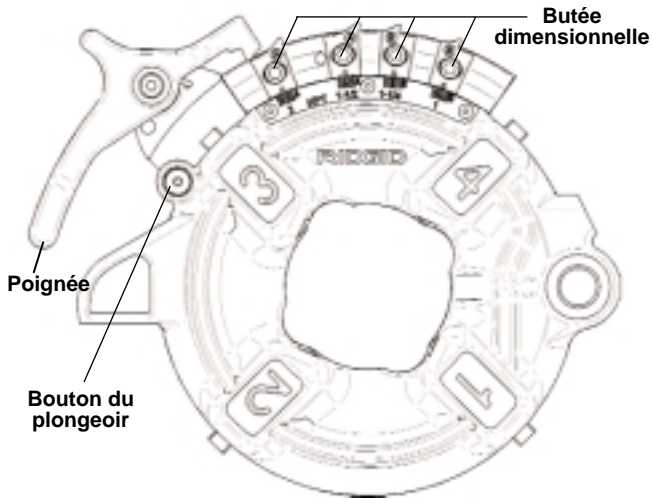

Figure 13 – Tête de filière semi-automatique
Tête de filière semi-automatique (Figure 13) – Lorsque l'extrémité du tuyau arrive à fleur de la filière n° 1, tapez sur la poignée afin d'écarter les filières du tuyau.
La tête de filière à ouverture semi-automatique (Figure 13) pour filetages à droite utilise quatre jeux de filières pour le filetage des tuyaux allant de  $\frac{1}{8}$ " à 2" de diamètre. Un jeu de filières est nécessaire pour chacun des groupes de diamètre suivants : ( $\frac{1}{8}$ "), ( $\frac{1}{4}$ " et  $\frac{3}{8}$ "), ( $\frac{1}{2}$ " et  $\frac{3}{4}$ " ) et (1" à 2"). Le filetage des boulons et tiges nécessite un jeu de filières spécifique pour chaque section de boulon.
1. Appuyez sur la poignée et tournez-la jusqu'à ce que la plaque à cames repose contre la manette du plongeur comme indiqué (Figure 13 – tête de filière type 816 ou 817).